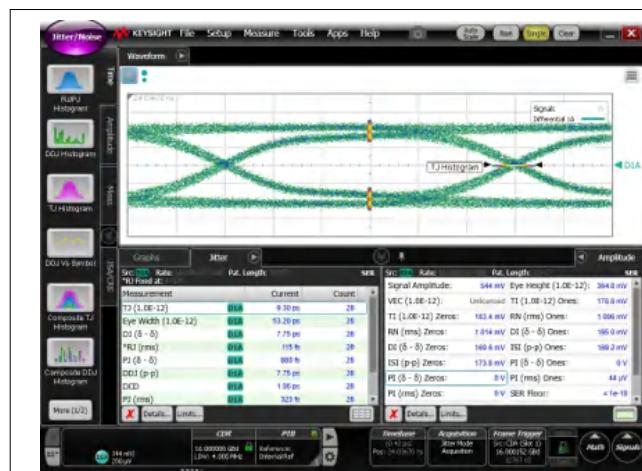
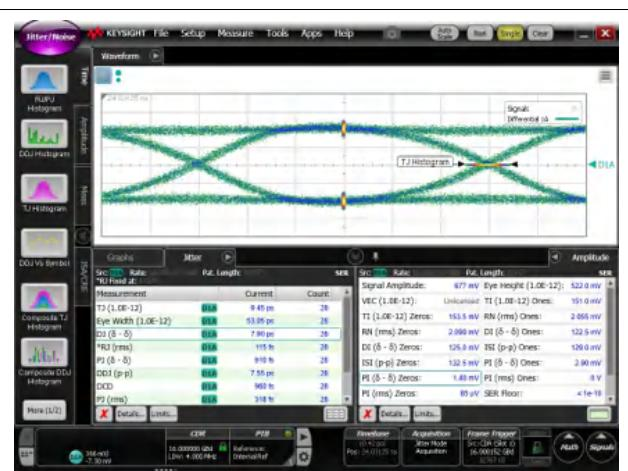

図 5-3. 16Gb/s 用ベースライン キャリブレーション パターン セットアップ経由
図 5-4. 16Gb/s 用 DS160PR410-Q1 経由
図 5-3 および 図 5-4 は、TI 評価ボードにおける最小チャネルでの 20Gbps のアイダイアグラムを示しており、キャリブレーショントレースを通したジッタ (左) と、を通したジッタ DS160PR410-Q1 (右) を比較しています。アイダイアグラムは、DS160PR410-Q1 が非常にわずかなランダムジッタ (RJ) しか追加しないことを示しており、計測器の精度以下です。キャリブレーショントレースと DUT を通した総ジッタが類似しているのは、EQ = 0 における残留イコライゼーションが入力損失に対する DJ をクリーンアップしているためと考えられます。